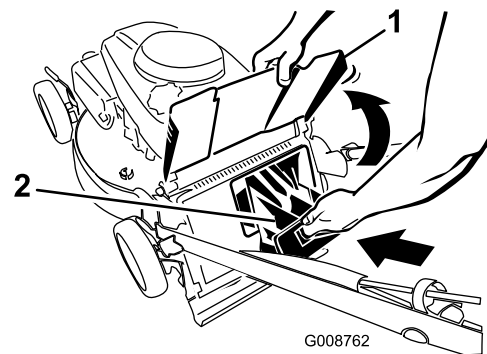

Figure 25
4. Insérez l'obturateur de déchiquetage dans l'ouverture à l'arrière du carter de tondeuse jusqu'à ce qu'il s'enclenche en place (Figure 25).